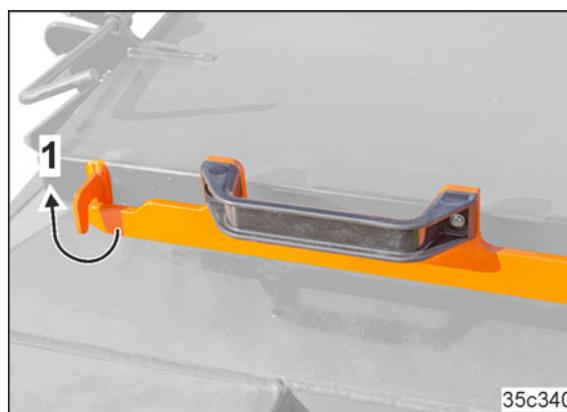

Рис. 253
2. Разблокируйте рычаг (Рис. 253/1)